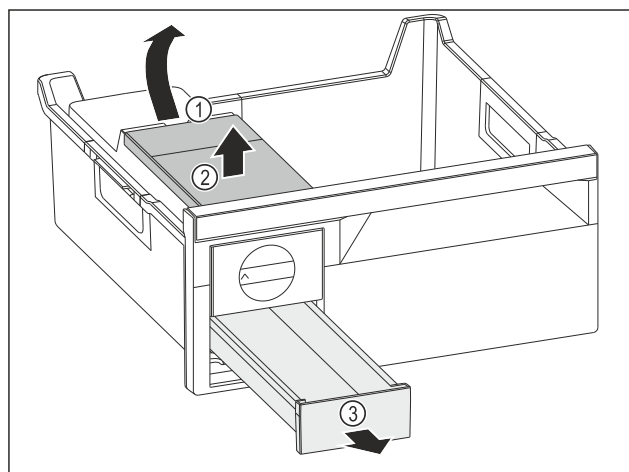

Fig. 77
- ▶ Udtagning af vandtank: Løft vandtanken i udsparringen Fig. 77 (1).
- ▶ Tag vandtanken Fig. 77 (2) op og ud.
- ▶ Tag isterningeskuffen Fig. 77 (3) frem og ud.